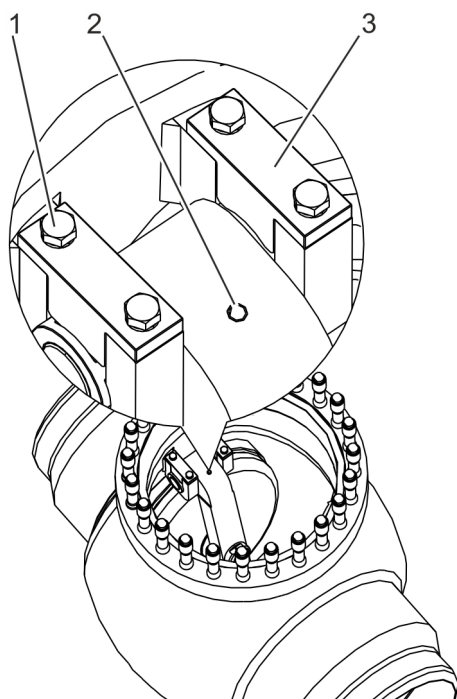

Fig. 33: Élingage du levier de la plaque
- 2.** ▶ Si un alésage (Voir la Fig. 33/2) existe dans le levier de la plaque : vissez l'anneau de levage dans l'alésage du levier de la plaque.
- 3.** ▶ Desserrer et retirer les raccords vissés (Voir la Fig. 33/1, 4 pces) du support (Voir la Fig. 33/3) de l'arbre du clapet.
- 4.** ▶ Retirer les supports (Voir la Fig. 33/3, 2 pces).